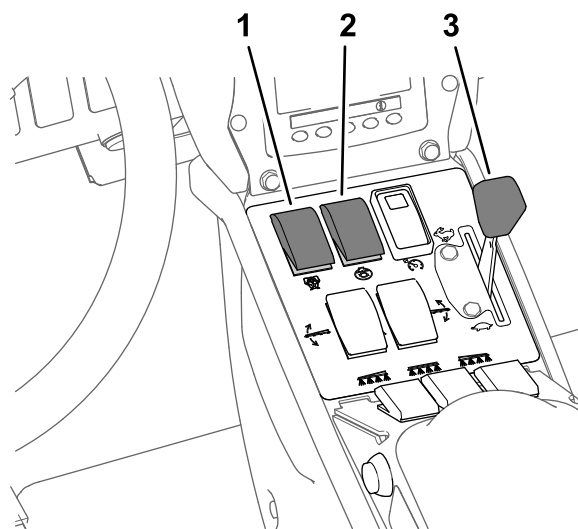

Figura 37
8. Impostate l'interruttore dell'agitatore e l'interruttore della pompa di irrorazione in posizione di ACCENSIONE (Figura 37).
9. Impostate l'acceleratore in posizione VELOCE (Figura 37).
Nota: Questa procedura prevede che la pompa di irrorazione sia accesa; fate riferimento a Figura 37 in Irrorazione in modalità con volume di applicazione (pagina 36).
4. Regolate l'acceleratore alla velocità del motore desiderata per irrorare; fate riferimento a Figura 37 in Irrorazione in modalità con volume di applicazione \(pagina 36\).